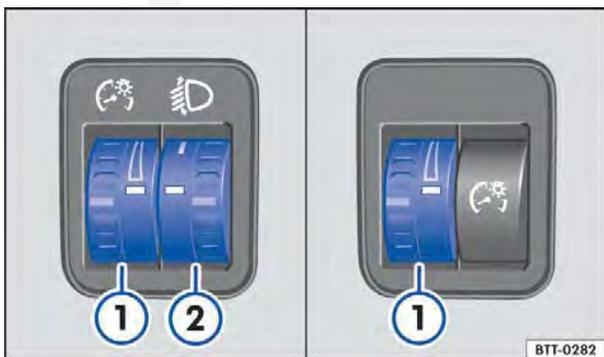

Fig. 85 Ao lado do volante: regulador da iluminação dos instrumentos e dos interruptores ①, assim como regulagem do alcance do farol ②.
① Iluminação dos instrumentos e dos interruptores
Com a luz ligada, a luminosidade dos instrumentos e dos interruptores pode ser regulada sem escalonamento girando o regulador ⇒ Fig. 85 ①.